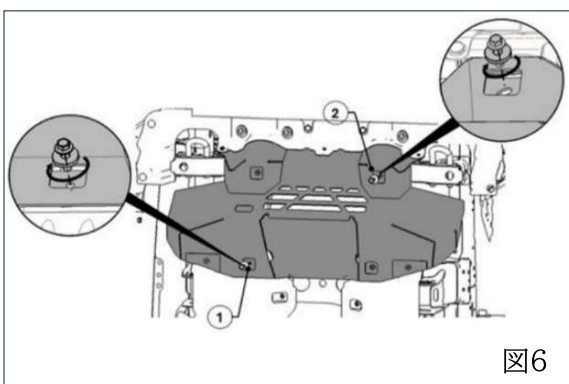

図6
- (1) 平ワッシャー(M8×φ26×4mm)をマーキング面を上にしてボルト(M8×30mm)に通し、図6に示す①と②に挿入し12mmのソケットとラチェットを使って仮締めする。